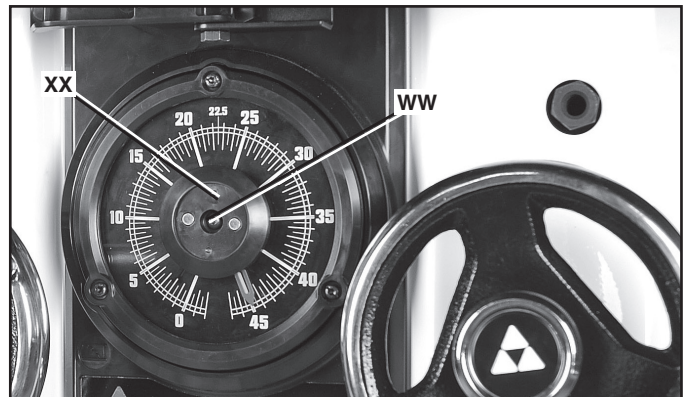

FIG. 44
2. Retirer la vis (WW) fig. 44 à l'aide d'une clé T20 et retirer le capuchon central (XX).
5. Remettre le capuchon central en place (XX) fig. 44. S'assurer que le joint torique de caoutchouc reste en place derrière le capuchon.